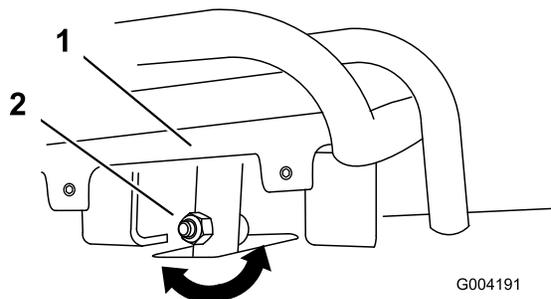

図 53
4. 全速後退位置にセットした走行コントロールバーが基準バーに対して適切に整列していない場合は、走行コントロールのステム部にあるナットとボルトをゆるめる **図 53**。